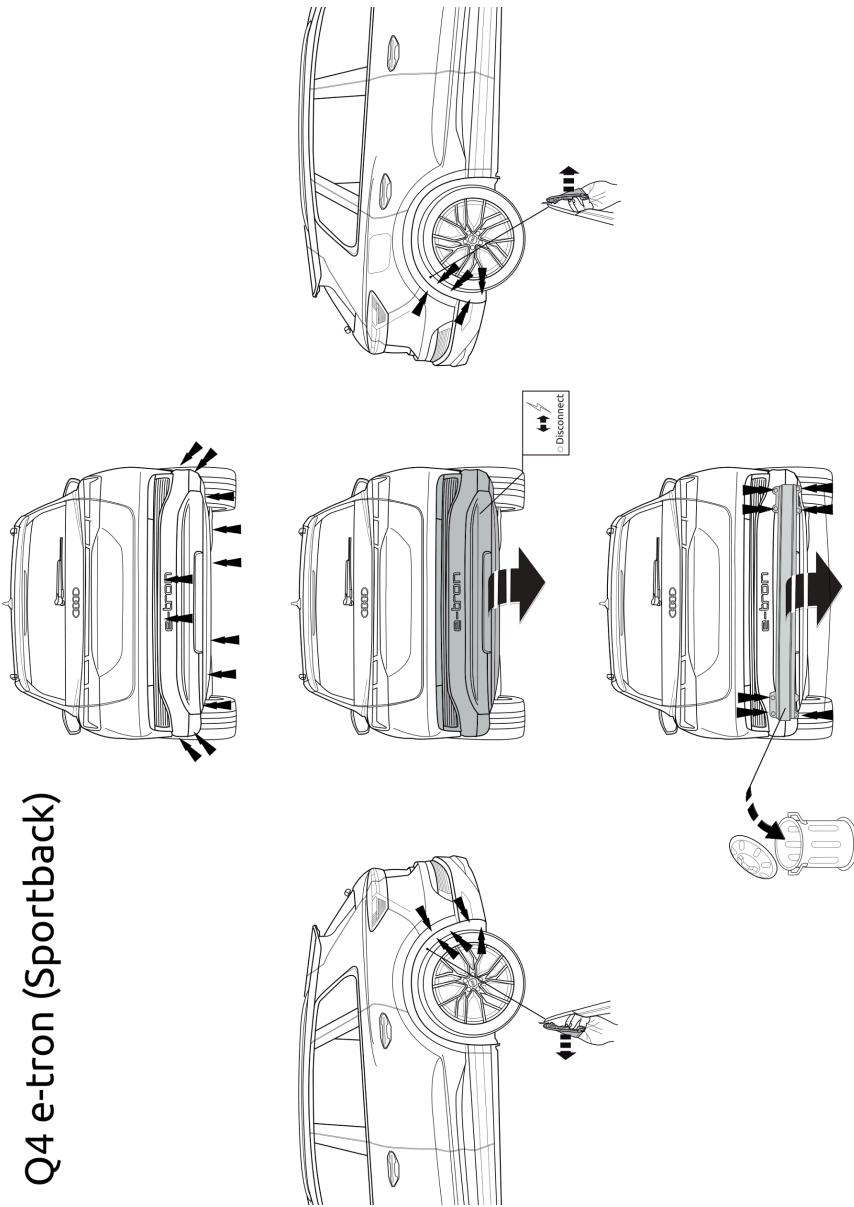

Fig. 4
4. Переместите датчик если имеется в точу Х. См. рисунок 4 & 5.